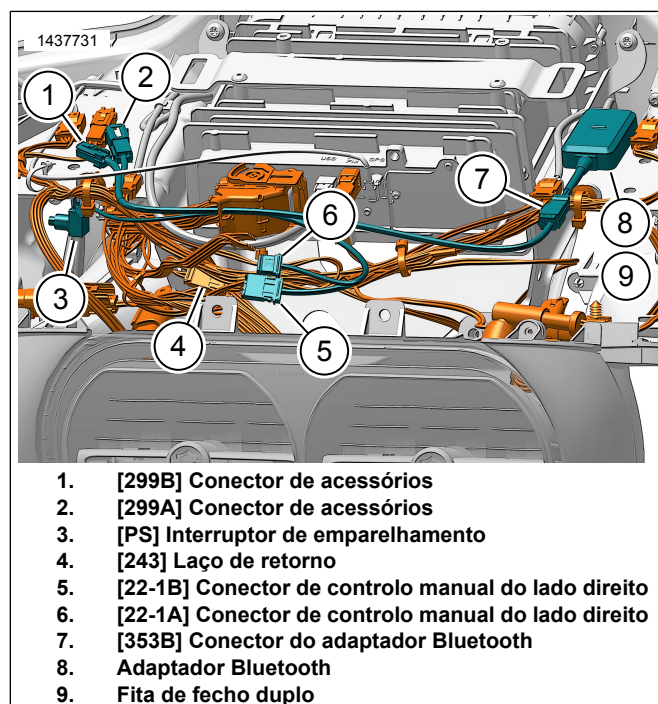

Figura 8. Carenagem do chicote do adaptador Bluetooth montada no quadro
1. Figura 8 Instale e encaminhe o chicote do adaptador bluetooth sob a carenagem.
2. Localize os conectores do veículo: [243] (4) e [299] (1, 2).
- a. Chicote do adaptador [22-1A] (6) para o chicote do veículo [243B].
- b. Chicote do adaptador [22-1B] (5) para o chicote do veículo [243A].
- c. Chicote do adaptador [299B] (1) para o chicote do veículo [299A] (2).